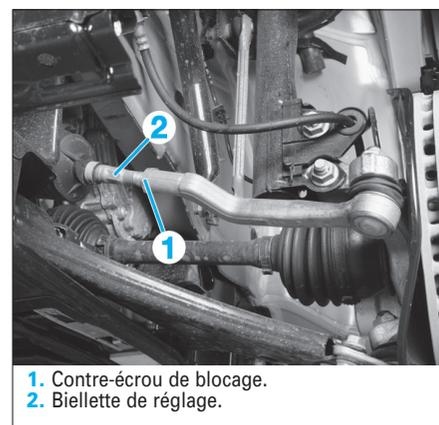

FIG. 6
- Contrôler et régler si nécessaire le parallélisme (Fig.6).